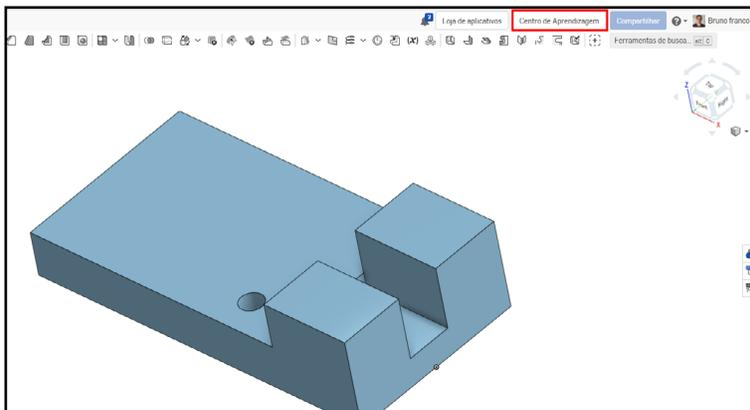

Figura 19 - Acessar o centro de treinamento
- Clique em “Centro de aprendizagem”, em destaque na Figura 19, para acessar a página contendo vídeos, explicações, treinamentos e ajuda.